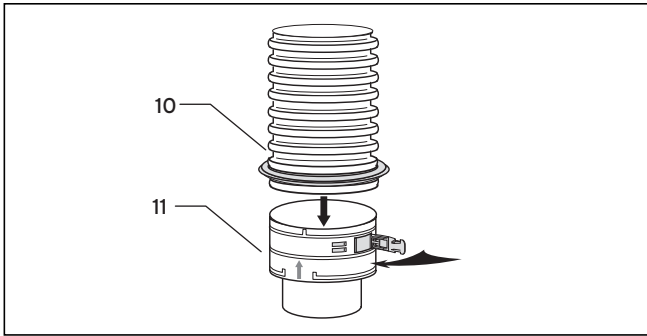

Abb. 5.34 Einsteckelement mit flexibler Abgasleitung
- Gehen Sie wie bei der Montage des Einsteckelements vor (siehe Abb. 5.34).